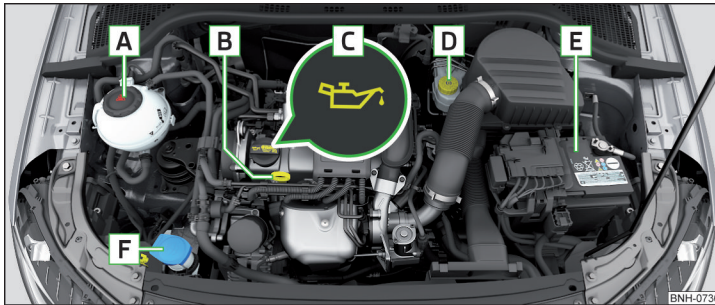

Abb. 237 Anordnungsbeispiel im Motorraum
- Den Deckel der Motoröleinfüllöffnung  abschrauben » Abb. 237 auf Seite 219.